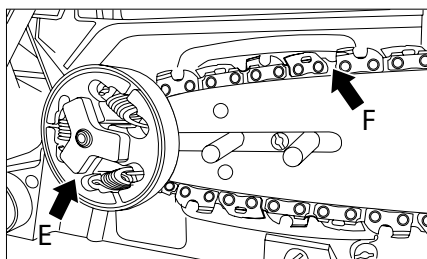

Fig. 8
6. Coloque la cadena detrás de la rueda dentada motriz (E). Compruebe si los eslabones de la cadena están bien colocados entre los dientes del piñón (fig. 8).
7. Inserte los eslabones en la ranura de la barra (F) de forma circular (fig. 8).